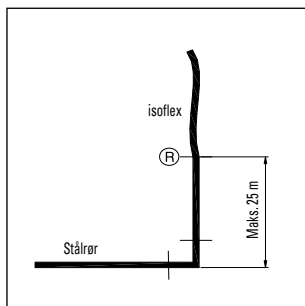

fig. 4
- Ved tilkobling til stålør, hvor stålrøret ikke er fikseret, skal reglerne i fig. 4 overholdes.